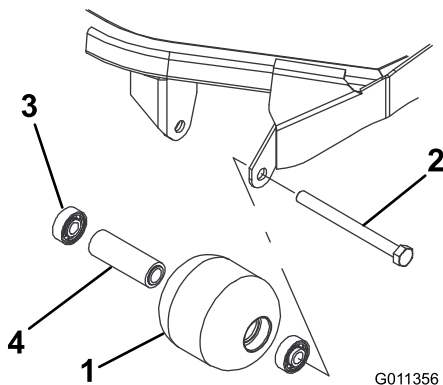

Figura 100
1. Retire el perno de montaje del rodillo (Figura 100).
4. Inspeccione el alojamiento del rodillo, los cojinetes, y el espaciador del cojinete (Figura 100) Sustituya cualquier componente dañado y vuelva a ensamblar el conjunto.
1. Introduzca a presión el primer cojinete en el alojamiento del rodillo (Figura 100). Haga presión solamente sobre el anillo de rodadura exterior, o de forma igual sobre el anillo exterior y el interior.
2. Introduzca el espaciador (Figura 100).
3. Introduzca a presión el segundo cojinete en el alojamiento del rodillo (Figura 100), haciendo presión de manera uniforme sobre el anillo de rodadura interior y el exterior hasta que el anillo de rodadura interior entre en contacto con el espaciador.